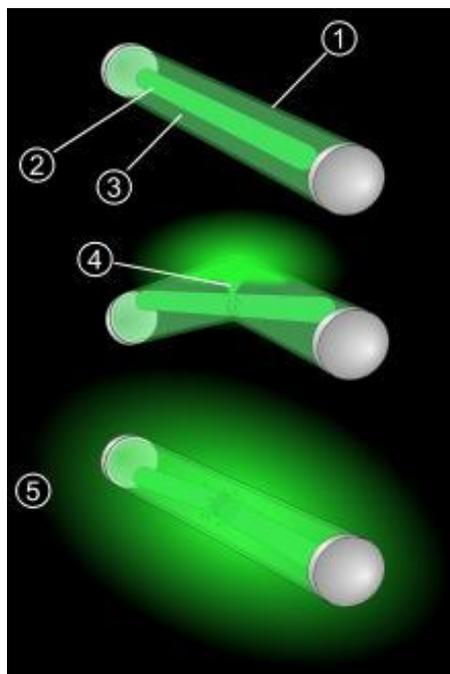

Abb. 15: Aufbau eines Knicklichts [16]; Legende siehe unten.
Aufbau:	Wie in Abbildung 15 zu sehen, besteht das Knicklicht aus: <ul style="list-style-type: none">• einer umgebenden Kunststoffhülle (PVC oder PE) (1)• einem innen liegenden Glasröhrchen (2) in dem sich Wasserstoffperoxid befindet• einem Zwischenraum (3) der mit Chemikalien gefüllt ist (Farbstoff, Oxalsäureester und Lösungsmittel)